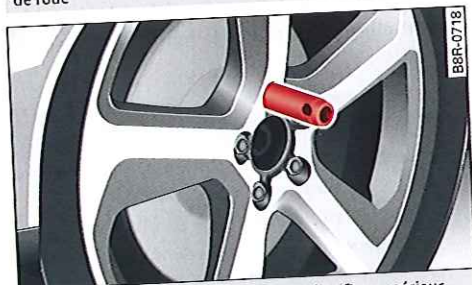

Fig. 224 Roue : axe de montage dans l'orifice supérieur
- ▶ Vissez l'axe de montage (outillage de bord) à la main dans l'orifice dégagé ⇒ fig. 224.